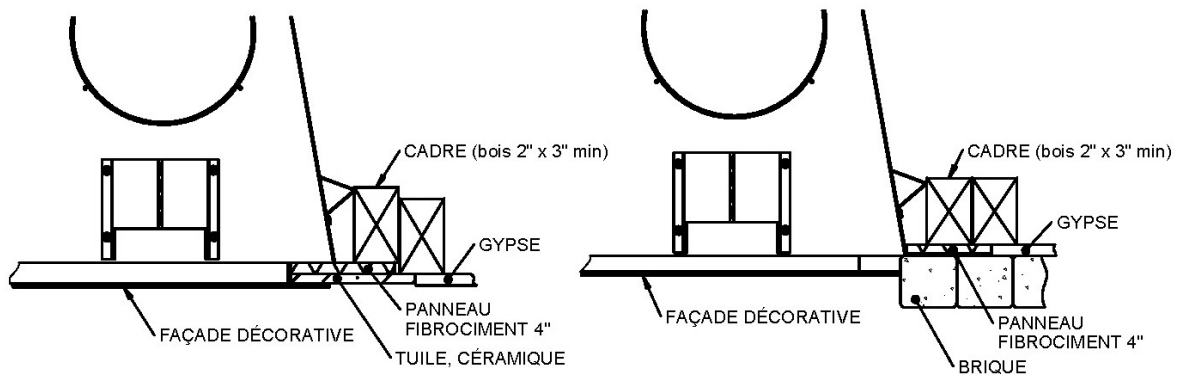

Figure 16
1. Les matériaux touchant directement la façade du foyer, et particulièrement le contour horizontal et vertical, doivent être non-combustibles et posséder les dimensions minimales indiquées à la figure 16.